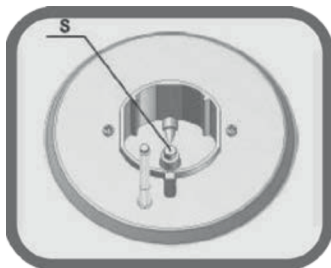

Рис. 17
2. Отвинтите сопло (S) (рис.17) ключом диаметром 7 мм, замените его на другое, подходящее для нового типа газа (см. таблицу 2).